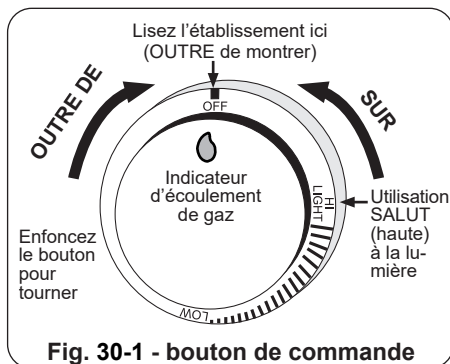

Fig. 30-1 - bouton de commande
**Pour votre convenance et sûreté ; quand le bouton de commande est tourné a la position de fonctionnement, l'indicateur d'écoulement de gaz changera de bleu en le rouge. (Le rouge indique l'écoulement de gaz.) Voir la Fig. 30-1.**